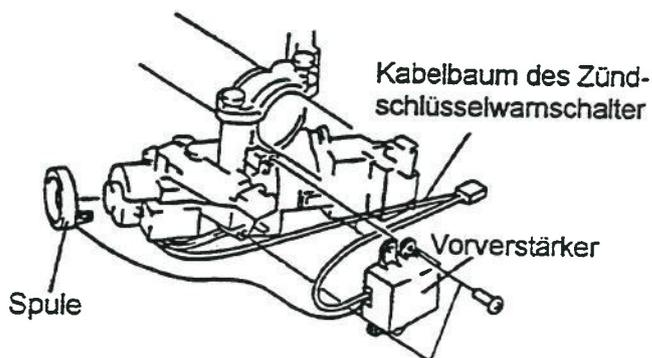

Abb. 2-a (außer Xedos-9)
2. Spule und Vorverstärker, wie in Abb. 2-a gezeigt, austauschen und die Teile in umgekehrter Reihenfolge wieder einbauen.